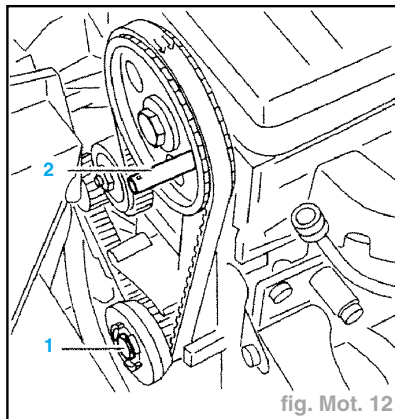

fig. Mot. 12
- Tourner le moteur par la vis de vilebrequin (1) (fig. Mot. 12).
- Déposer les piges (1) et (2) (fig. Mot. 12 et 13).